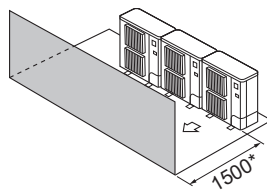

Fig. 2-11
- ③ Obstacles uniquement à l'avant (Fig. 2-11)